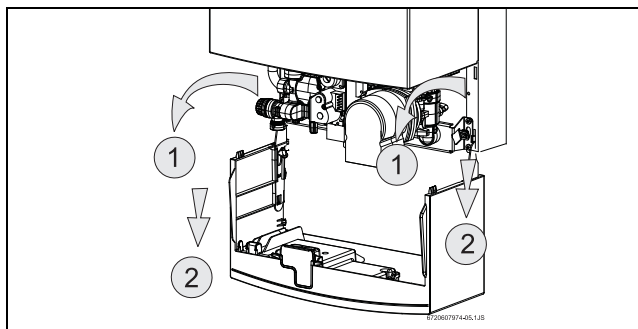

Рис. 10 Сервисное положение для доступа к системам водо- и электроснабжения
- ▶ Опустить коробку панели управления (см. рис. 10).